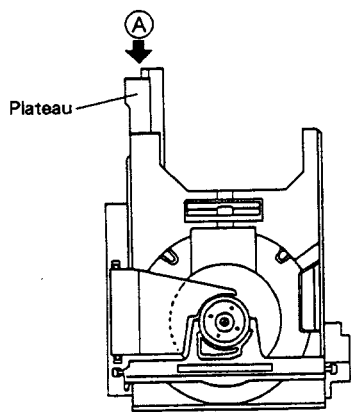
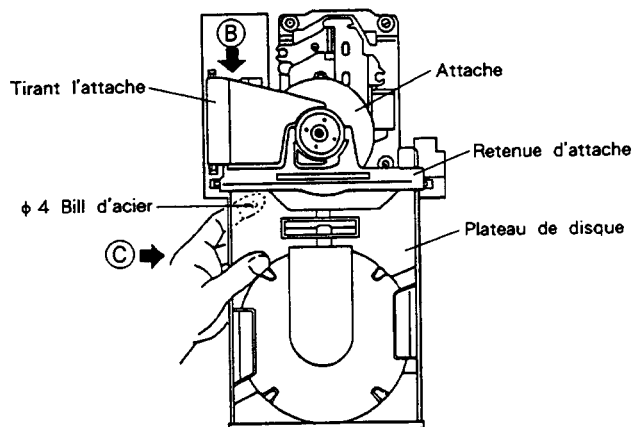
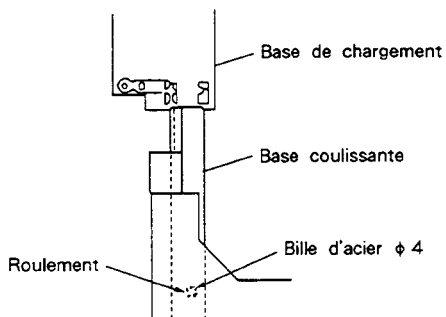
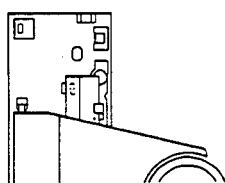

Fig. 9-3
Fig. 9-4
Fig. 9-9
Fig. 9-10
- 1. Pousser sur le bord arrière à l'endroit marqué **A** sur la Fig. 9-3, (\* 1) tout en retirant le plateau du disque vers la position où il tient, comme illustré sur la Fig. 9-4.
- 2. Tout en tirant l'attache **B** (voir Fig. 9-4) vers le haut de la main droite, tenir le plateau comme indiqué par **C** de la main gauche et tirer vers l'extérieur. Prendre garde à ne pas laisser tomber les bills d'acier. Il est conseillé de maintenir la bille en place par l'index gauche tout en extrayant le plateau.
<p>Remonter le plateau du disque selon la procédure ci-après après avoir terminé l'ajustement de grincement.</p> <ol style="list-style-type: none"> <li>1. Retirer le disque et l'entretoise.</li> <li>2. Tout en levant l'attache (marquée par ⓑ sur la Fig. 9-4) de la main droite, tenir le plateau de la main droite comme illustré par Ⓒ et déplacer la base coulissante dans les armatures en résine dure sur la base de chargement, comme indiqué sur la Fig. 9-9 pour ré-insérer le plateau du disque.</li> </ol> <p>A ce moment, prendre soin de tenir la bille d'acier en place par l'index de la main droite. Veiller également que le panneau avant ne soit pas endommagé par le roulement (dans la base coulissante), entrant en contact avec le panneau.</p> <ol style="list-style-type: none"> <li>3. Insérer la base coulissante de sorte qu'elle s'engage dans les armatures en résine dure à l'arrière de la base de chargement (voir Fig. 9-10).</li> <li>4. Insérer à ferme le plateau.</li> </ol>